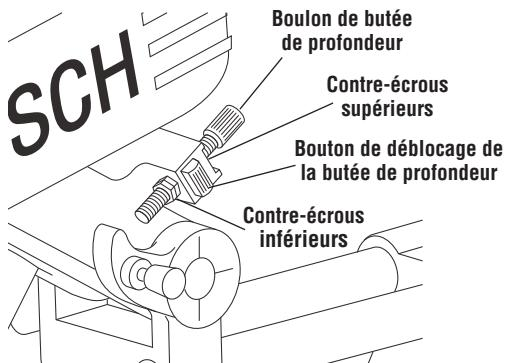

Figure 36. Coupe de rainures
- 1. Pour faire des réglages importants, enfoncez le bouton de déblocage de la butée de profondeur et faites coulisser le bouton de butée de profondeur pour le mettre à la position désirée (Figure 36).